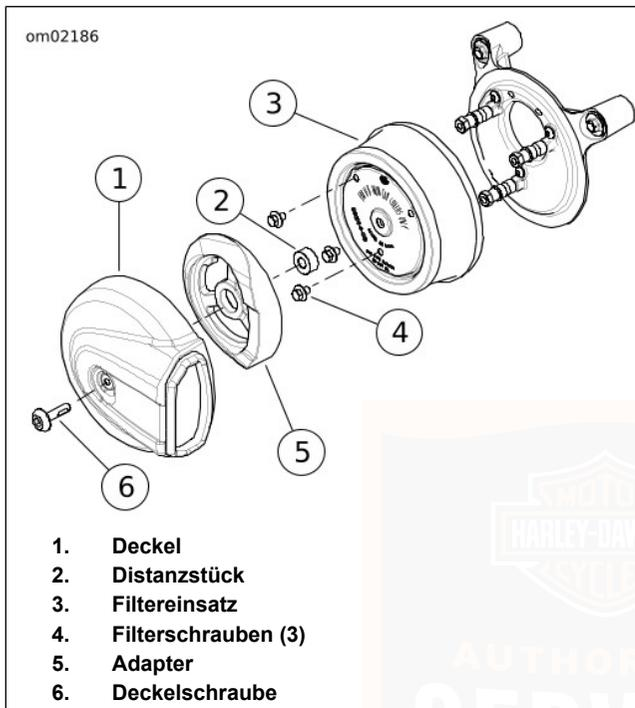

Abbildung 56. Luftfilter: FLSS
1. Siehe Abbildung 56. Die Luftfilterabdeckungsschraube (6) entfernen. Die Luftfilterabdeckung (1), den Abdeckungsadapter (5) und das Distanzstück (1) entfernen.
2. Die Filterschrauben (4) und den Filtereinsatz (3) entfernen.
1. Siehe Abbildung 56. Den Luftfiltereinsatz (3) mit den Schrauben an den Luftfilter-Befestigungsbolzen (4) befestigen. Auf folgendes Drehmoment anziehen: 6,2–6,8 N·m (55–60 **in-lbs**).
2. Das Distanzstück (2) in den Adapter (5) stecken.